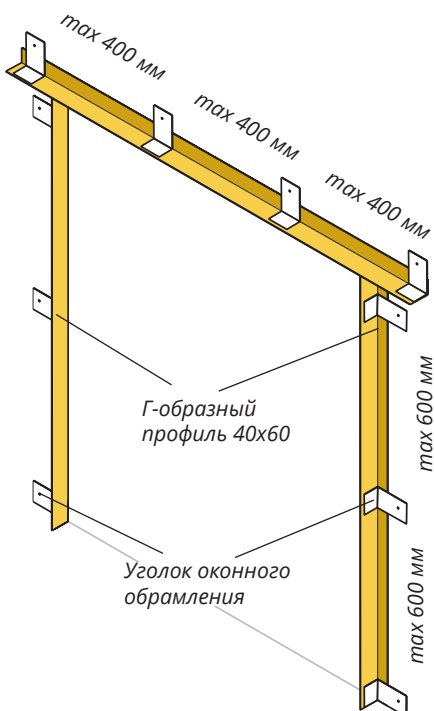

Рисунок 19. Оконный проем. Внутренняя часть
4. Для крепления финишной планки сверху и сбоку оконного проема по внешним линиям оконного проема установите 3 Г-образных профиля 60x40 (полкой 60 мм к проему, полкой 40 мм к стене). Два из них устанавливаются слева и справа от окна и третий над проемом. Длина профиля равна высоте и ширине проема. Данные профили используются для крепления околооконной планки. К стене закрепляются при помощи уголка оконного обрамления слева и справа с шагом не более 600 мм, над окном шаг установки не более 400 мм. Уголок оконного обрамления крепится анкерным дюбелем бхб0 с отступом от края проема не менее 50 мм (рисунок 19).